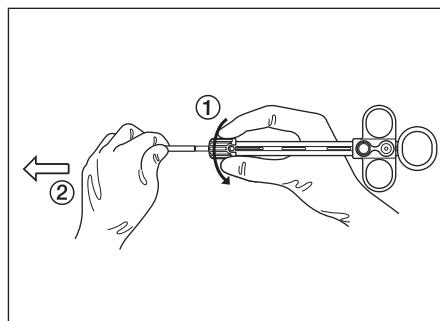

図 3.14
1. 操作部の先端についている固定つまみ(緑)を時計方向に回し、チャックアダプタの先端部を引き抜きます。(図 3.14 参照)